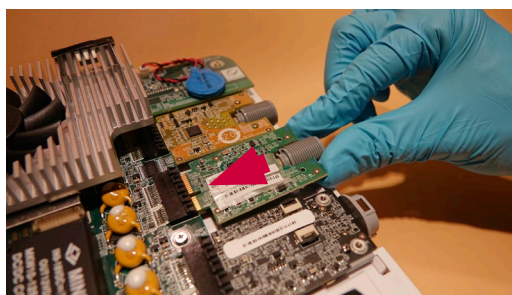

Figura 23 Inserir uma nova placa VDI
- d) Insira a nova placa VDI no conector da placa principal (Figura 23)